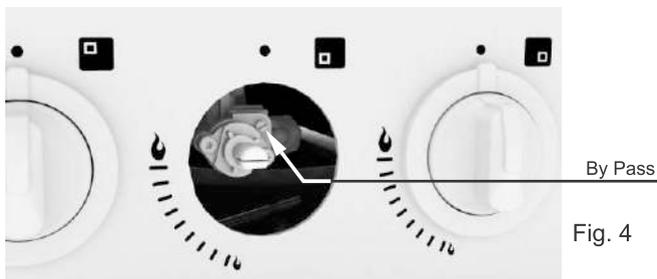

Fig. 4
- Las válvulas de seguridad de los quemadores de hornallas y del horno cuentan con un tornillo para la regulación de los consumos mínimos (by-pass), que se encuentra originalmente calibrado para Gas Natural (ver Fig.4). Para una conversión a Gas Licuado, dicho tornillo debe enroscarse a fondo.
7. Luego retire las perillas de hornallas y horno y con un destornillador pequeño, ajuste a fondo los tornillos de by-pass de las válvulas de seguridad de los quemadores de hornallas y del horno (ver Fig. 4).